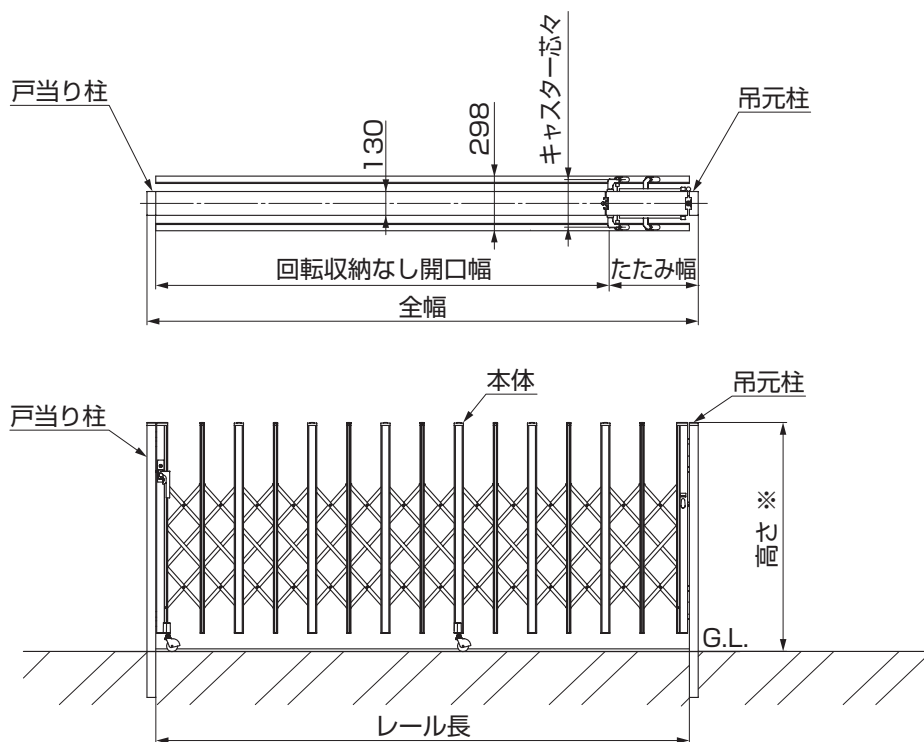
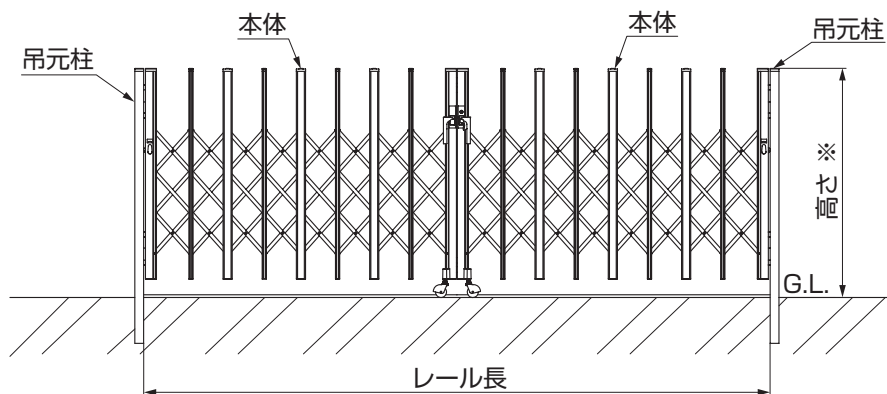
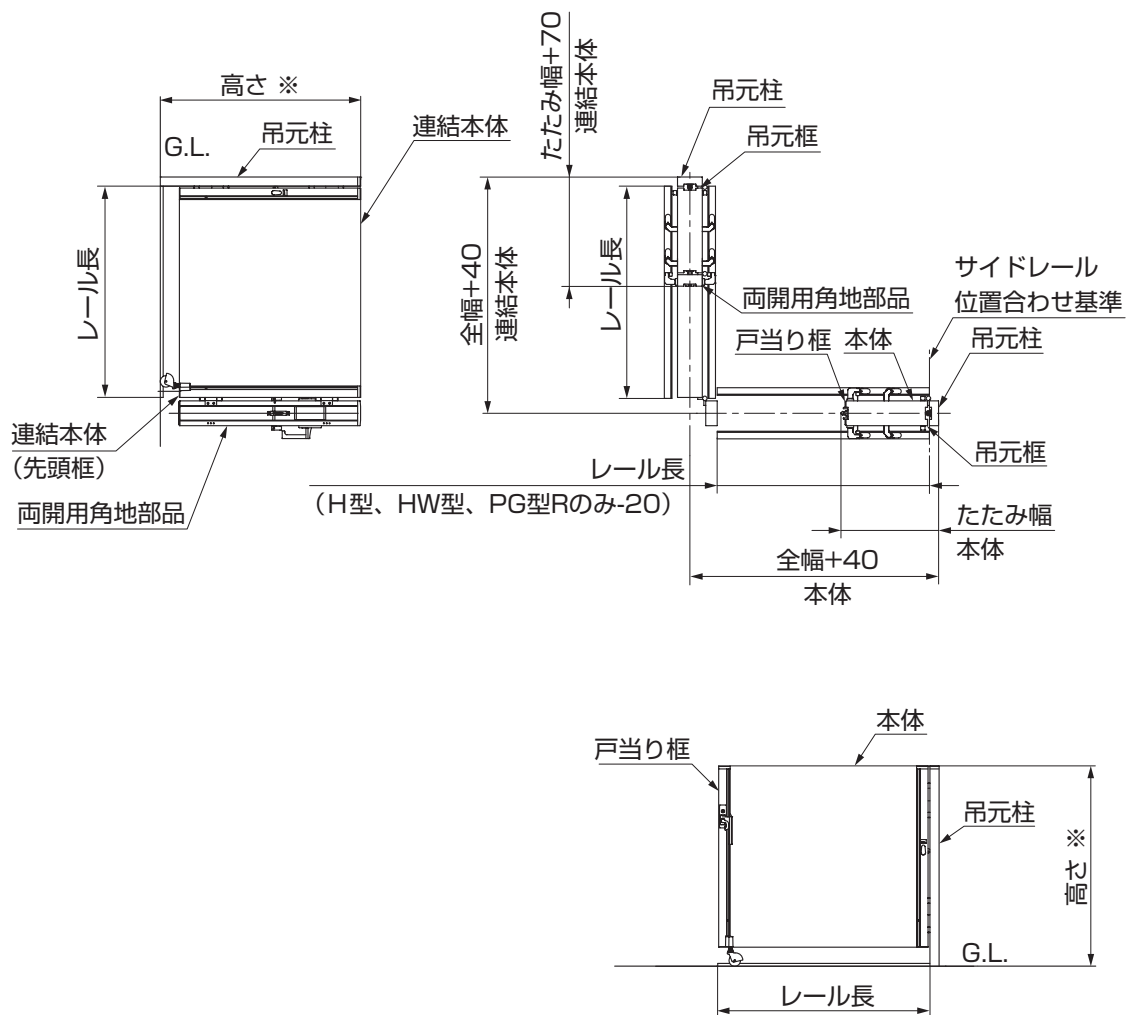

図10-3
図10-4
図10-5
- H型、HW型、PG型Rの場合は本体側のサイドレールを20mm短く設定してください。(図10-5参照)
- 吊元柱を基準にサイドレールの設置をしてください。(図10-5参照)
①表10-1を参照して、本体中心とレール中心を合わせてください。
②図10-3、図10-4、図10-5を参考にして、レールを施工してください。